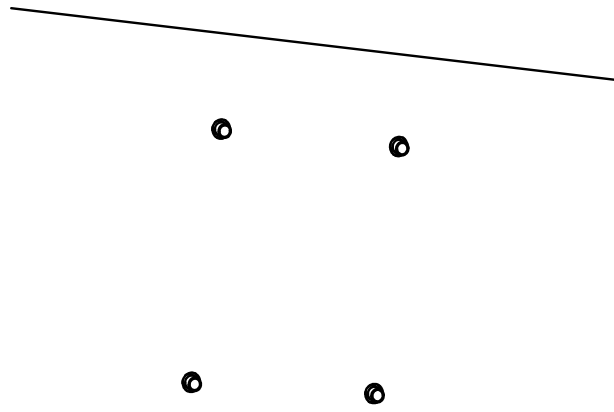

Рис. 1.6. Отверстия под анкерные болты
2. Просверлите в стене четыре отверстия под болты в соответствии с отверстиями в кронштейне (Рис. 1.6). Вставьте анкерные болты М8 (приобретаются отдельно) в просверленные отверстия.